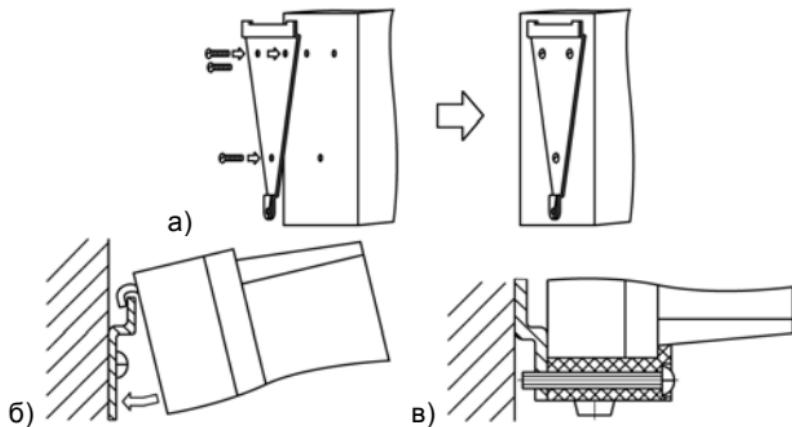

Рисунок 5.1 Монтаж прибора настенного исполнения
- 1) Закрепить кронштейн тремя винтами M4 на поверхности, предназначенной для установки прибора (см. Приложение А и рисунок 5.1, а).
- 2) Зацепить крепежный уголок на задней стенке прибора за верхнюю кромку кронштейна (рисунок 5.1, б).
- 3) Прикрепить прибор к кронштейну винтом M4 x 35 из комплекта поставки (рисунок 5.1, в).